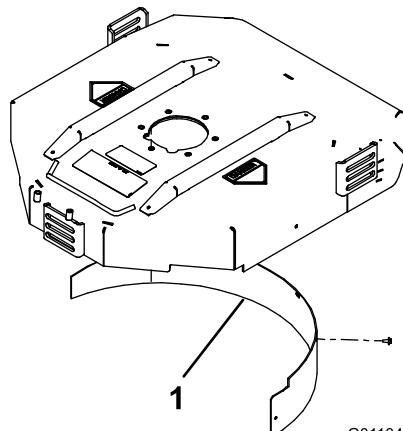

Рисунок 9
2. Установите дефлектор для мульчирования в отверстие задней стенки корпуса и закрепите его пятью болтами с фланцевой головкой (Рисунок 9).